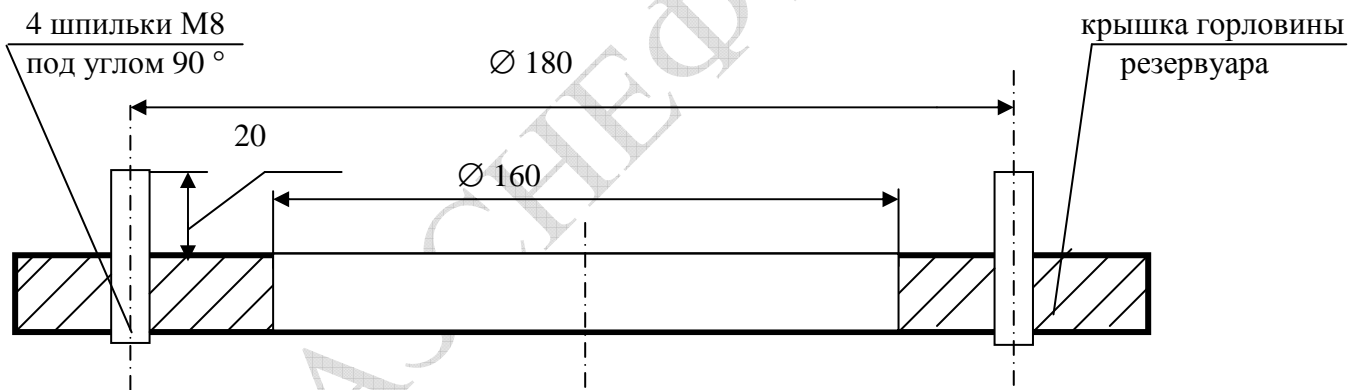

Рис.2
2. Датчики ППП поставляются с крепежным фланцем, обеспечивающим герметичность и вертикальность установки его в резервуаре. Заказчиком производится доработка резервуаров нефтепродуктов на АЗС под установочные размеры фланца ППП (рис. 2).